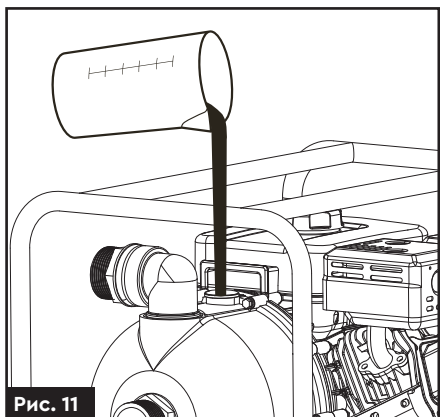

Рис. 11
4. Заповніть насосну частину мотопомпи водою, для чого виконаєте наступні дії (рис. 11):